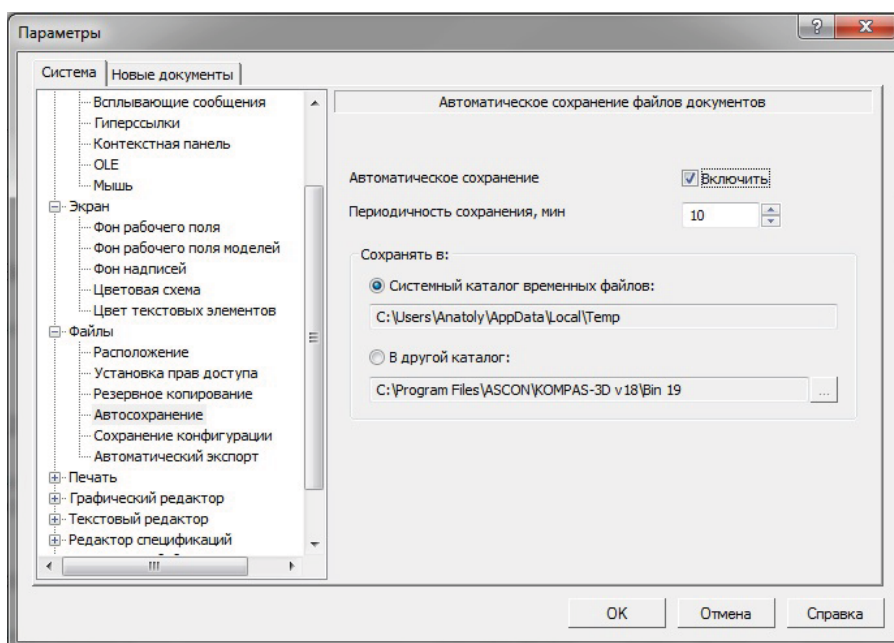

Рис. 4.8. Диалоговое окно **Параметры**
- ◆ щелкните ЛК по пункту **Автосохранение** — в правой части откроется вкладка **Автоматическое сохранение файлов документов** (рис. 4.8);